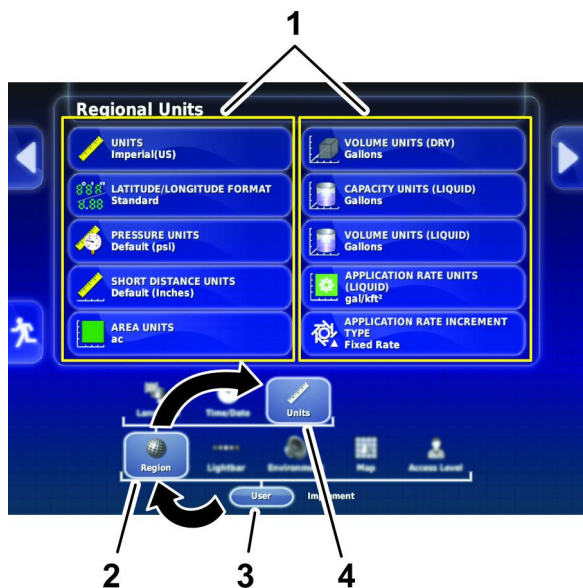

Рисунок 20
2. Нажмите на значок ПОЛЬЗОВАТЕЛЯ (Рисунок 20).
3. Нажмите на значок РЕГИОНА (Рисунок 20).
4. Нажмите на значок ЕДИНИЦЫ ИЗМЕРЕНИЯ (Рисунок 20).